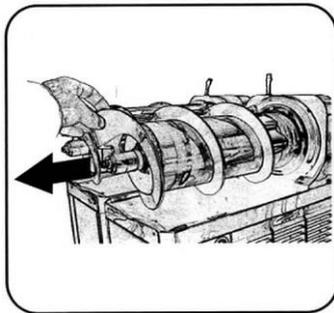

Fig. 21
1. Pour retirer la spirale, poser les doigts sur la plaque de la spirale et tirer légèrement vers l'intérieur comme montré sur la fig. 21+22.